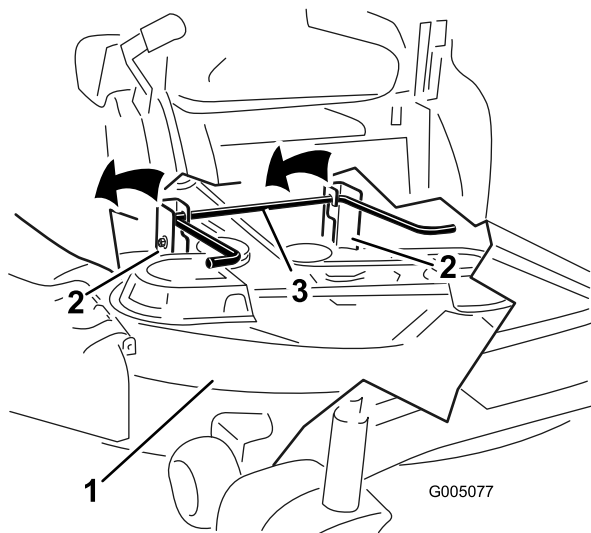

Figure 44
- Soulevez et enlevez le plateau de coupe et les supports de la tige de levage arrière et abaissez la tondeuse au sol avec précaution (Figure 44).
- Soulevez l'arrière du plateau de coupe et guidez les supports sur la tige de levage arrière (Figure 44).